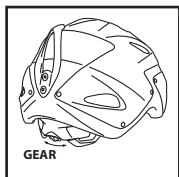
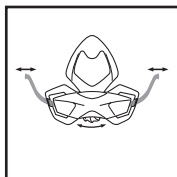

図 3
図 4
- ・ 後頭部にあるIn Form器具を探します(図3)。フィット感を締めるには、親指でIn Formダイヤルを上押し、右に回します。フィット感を緩めるには、親指で単にIn Formダイヤルを上押し、左に回します(図4)。締めすぎないように、フィットシステムがぴったり合うようにします。